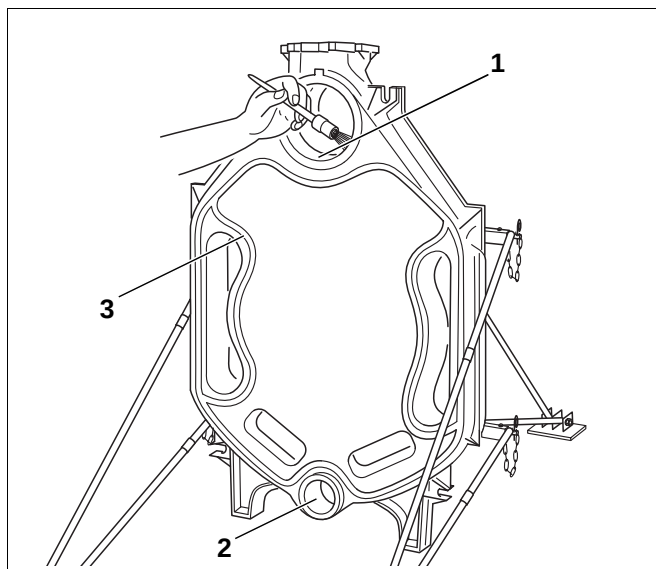

Fig. 10 Forberedelse av pakningsnoter og nav
- Rengjør om nødvendig pakningsnotene med stålbørste og klut (fig. 10, **pos. 3**).
- Rens tetningsflatene på navene (fig. 10, **pos. 1 og 2**) med en bensindynket klut.